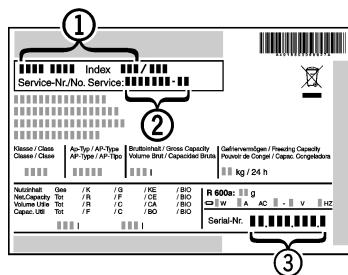

Fig. 13
- Назва пристрою Fig. 13 (1), сервісний номер Fig. 13 (2) та серійний номер Fig. 13 (3) вказані на таблиці типів. Табличка типів знаходитьться всередині пристрою, зліва.
- Повідомте сервісну службу про характер неполадки, назву пристрою Fig. 13 (1), сервісний номер Fig. 13 (2) та серійний номер Fig. 13 (3).